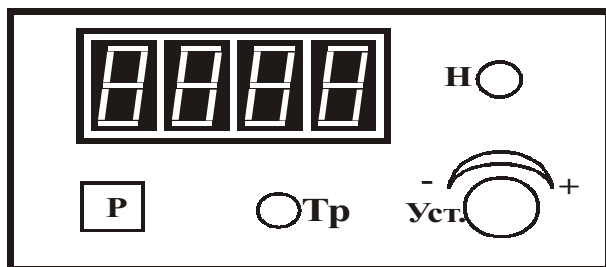

Рис.2 Панель терморегулятора
7. Включить тумблер «Сеть». При включении тумблера «Сеть» загорается цифровая шкала прибора терморегулятора ИТР (см рис.2) и индикатор нагрева «Н» в правом верхнем углу панели прибора. Нажимая и удерживая кнопку «Р» вращением ручки «Уст» устанавливают на цифровой шкале нужную температуру камеры. При этом загорается индикатор «Тр», указывающий на то, что включен режим настройки.